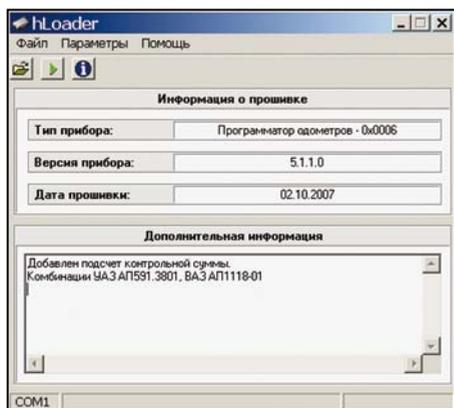

Рисунок 7. Окно программы hLoader
В пункте меню программы «Файл» > «Открыть» или кнопкой  выбрать файл новой прошивки ПО-5 с расширением ahx, на экране появится информация о ней (рисунок 7).
7.5 В пункте меню программы «Файл» > «Открыть» или кнопкой  выбрать файл новой прошивки ПО-5 с расширением ahx, на экране появится информация о ней (рисунок 7).